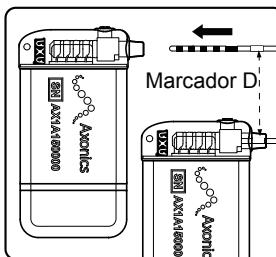

Figura 5: Inserte el electrodo a fondo en el bloque del conector del neuroestimulador.
4. Inserte el electrodo en el bloque del conector del neuroestimulador hasta que se asiente por completo y ya no pueda avanzar más. El marcador D del electrodo debería encontrarse por completo dentro del aliviador de presión del neuroestimulador (**Figura 5**). El manguito de retención del electrodo dentado debe colocarse bajo el tornillo de fijación del neuroestimulador.